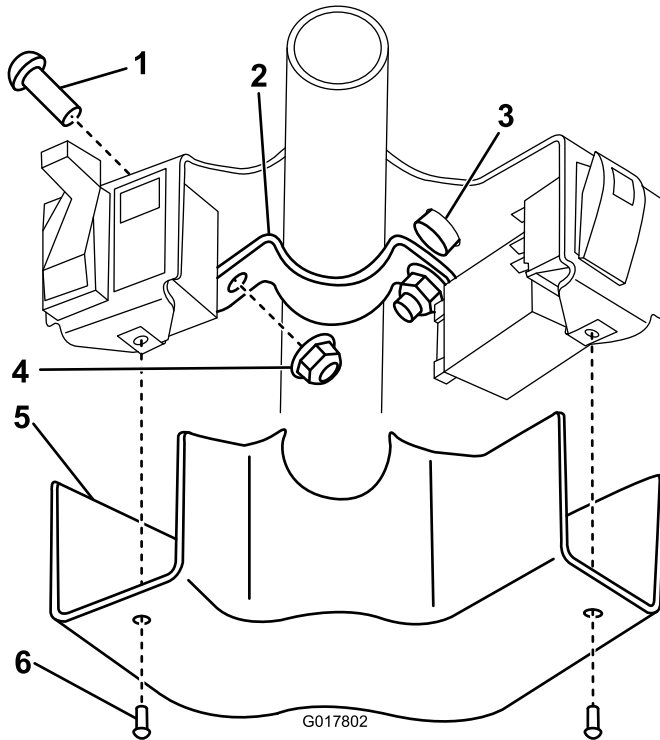

図 10
5. コラムブラケットの上面の穴についている打ち抜きプラグを打ち抜いて外す (図 10)。
ジねじ2本、フランジナット2個を使用する (図 10)。
8. コラムカバーを取りつける；残っているねじ2本 (#10-24 x 1/2 インチ) を使用する (図 10)。